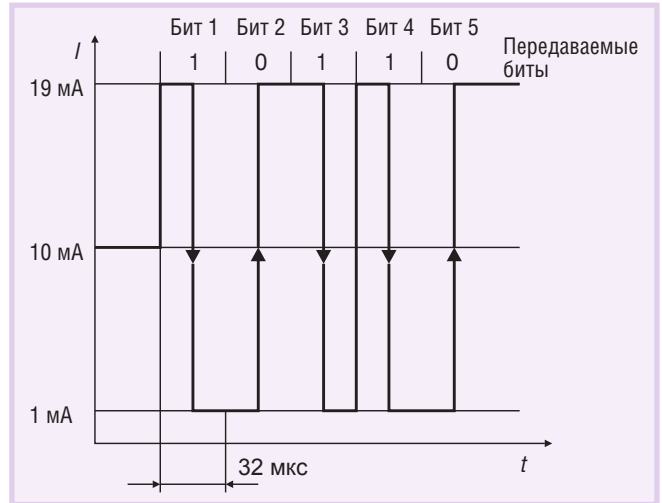

Рис. 2. Представление логических 0 и 1 в коде Manchester II
Сигналы данных кодируются посредством кода Manchester II. Это значит, что спадающий фронт в середине временного интервала, соответствующего передаче бита, представляет логическую 1, а нарастающий фронт — логический 0. В том случае когда последовательно передаются два одинаковых логических состояния, как показано на рис. 2 на примере битов 3 и 4, они должны быть разделены характерным перепадом. В силу этой особенности на рис. 2 присутствует положительный фронт в начале интервала, соответствующего биту 4. В результате такого кодирования сигнал становится независимым от уровня постоянной составляющей тока и постоянной составляющей напряжения, тем самым обеспечиваются условия для осуществления питания устройств и передачи сигналов данных одновременно через один и тот же кабель. На рис. 2 ток источника питания представлен значением 10 мА.
3. Стандартное потребление тока полевым устройством составляет, как минимум, 10 мА. Если полевое устройство будет работать с частью связанного оборудования, всё равно оно должно получать из линии передачи, по крайней мере, 10 мА тока источника питания. Согласно рис. 2 перепад величины тока сигнала данных составляет  $\pm 9$  мА. Это значит, что даже в самом неблагоприятном случае ток  $10 \text{ мА} - 9 \text{ мА} = 1 \text{ мА}$  будет передаваться от связанного оборудования во взрывоопасную зону, обеспечивая таким образом выполнение пункта 2.